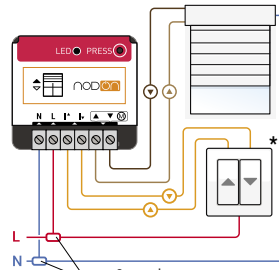

Figure 1
- 3 Realice el cableado del módulo según el esquema de la imagen 1.
- Wire the Relay Switch according to the diagram figure 1.